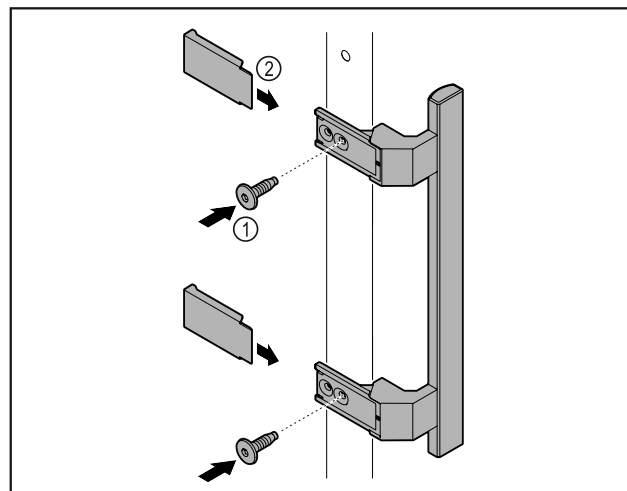

Fig. 3
- Kiinnitä oheispakkauksessa oleva kahva mukana olevilla ruuveilla Fig. 3 (1) oveen.
- Aseta suojus Fig. 3 (2) paikalleen.